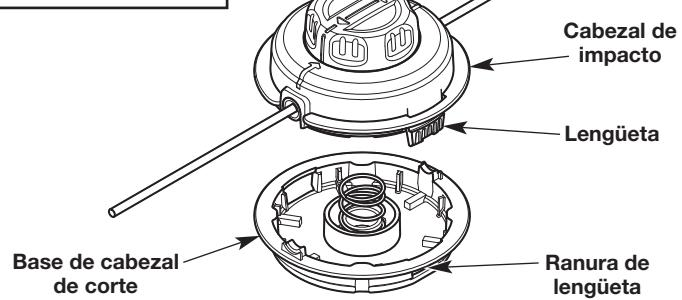

Fig. 7
2. Desconecte el cabezal de impacto de la base del cabezal de corte: Presione con firmeza una lengüeta del tapón del cabezal de impacto (Fig. 7). Utilice el pulgar para presionar la lengüeta. Si es necesario, utilice un destornillador de cabeza plana:
- c. Mientras sostiene el destornillador en el lugar, gírelo suavemente para desatrancar la lengüeta del panel de las ranuras (Fig. 7).
3. Alinee las lengüetas del cabezal de impacto con las ranuras de las lengüetas de la base del cabezal de corte (Fig. 7). Empuje el cabezal de corte en la base del cabezal de corte hasta que ambas lengüetas entren a presión en su lugar.